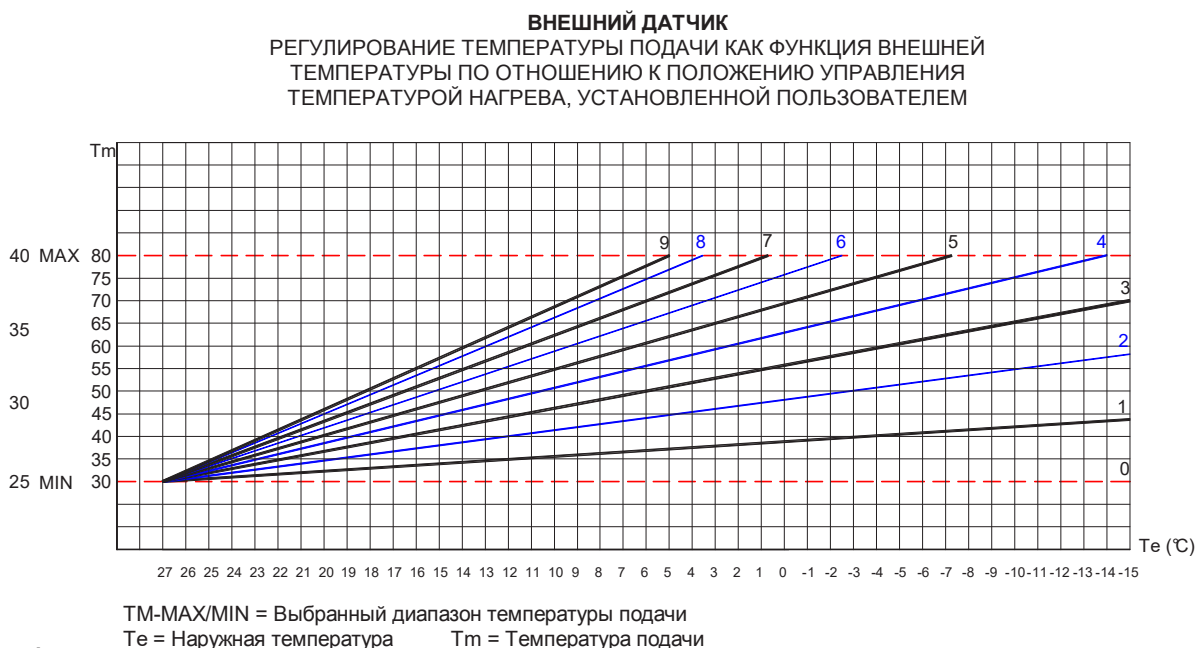
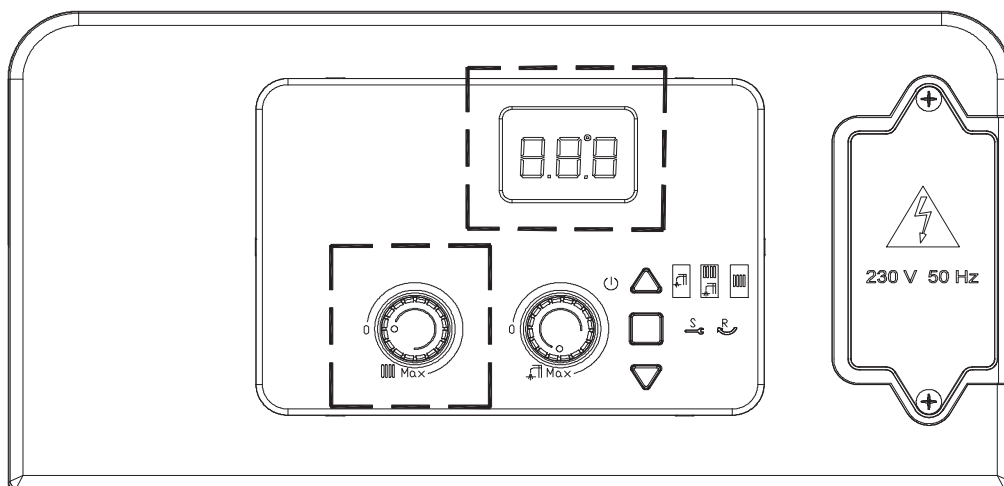

Рис. 1
Рис. 2
- c. Ослабьте винты и снимите пластину А (см. рис. 1).
- Ослабьте винты и снимите пластину А (см. рис. 1).
- В случае установки только датчика наружной температуры климатическая компенсационная кривая устанавливается ручкой управления центральным отоплением. По мере вращения ручки (см. рис. 2) отображаются числа в соответствии с кривой, показанной на рис. 1.
Факторы управления коррекцией указаны на рис. 1.